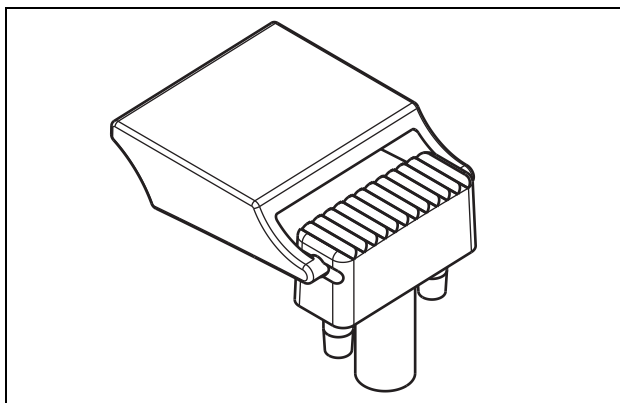

abbildung 25.1: Tastenabdeckung
- 1 Tastenabdeckung in Ersatzglas einrasten (Endergebnis siehe abbildung 25.1).